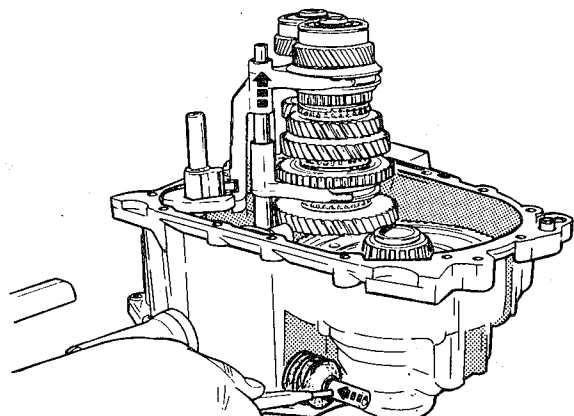

fig. 99
- 10.6. Engrenar a 4a. marcha para o ajuste posterior da alavanca de mudanças (fig. 99)